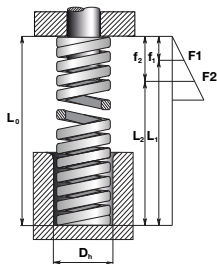

**FIG.2** Condizioni di Lavoro e Resistenza a Fatica
For obtaining excellent performances by the die springs, it is very important to figure out the most appropriate one in terms of loads and stress. An inaccurate choice of the die springs can compromise the functionality of the application, causing early breakages. Here below we present some considerations and diagrams, useful for helping the user in choosing the most appropriate spring for its own application. This criteria is based on fBL (solid block), i.e. the maximum deflection available for the spring. Picture 1 shows the "Working Conditions" of springs. The spring is preloaded to f1 and to cyclically stressed till to f2 (working deflection). The graph in Figure 2, "Conditions of Work and Fatigue Resistance", expresses the relationship between the percentage of use of the solid block (%fBL) and stress ( $\tau$ ); the stress ( $\tau$ ) increases, as much as %fBL grows. The graph suggests to use springs giving them a pre-load (f1) of at least 13% of fBL; it doesn't recommend to apply to springs a working deflection (f2) over 80% of fBL (1). For the selection and verification of the correct use of springs, it is preferred to convert f1 and f2, as percentages of the Solid Block fBL, respectively  $\%1=f1/fBL \times 100$  e  $\%2=f2/fBL \times 100$ . The color scale provides a qualitative indication of the fatigue life. So, we deduce from the graph that subjecting a spring to low stress and limiting the use of fBL% (left side of the graph), we obtain a greater fatigue life. On the other side submitting the spring to high stresses and/or extensive use of fBL% (right side of the graph), the chance of early breaking increases.
Die „falsche“ Berechnung der Druckfeder kann die Lebensdauer beeinträchtigen und kann zu Funktionsstörungen oder sogar Brüchen führen. Vor der Berechnung sollten die Anforderungen bezüglich der Abmessung der Federn, der geforderte Federweg, die Federkraft und die Beanspruchung der Feder genau definiert werden. Die folgenden Ausführungen und Diagramme können Ihnen bei der Auswahl ihrer Federn helfen. Das Diagramm „fig.1“ zeigt die Arbeitsbedingung. Die Druckfeder wird vorgespannt auf  $f_1$  (Vorspannung) und zyklisch beansprucht bis  $f_2$  (Endfederweg). Das Diagramm „fig.2“ zeigt die Arbeitsbedingungen und den Dauerfestigkeitsbereich. Es wird das Verhältnis zwischen der Spannung ( $\tau$ ) und der % Blockweges angezeigt (%fBL). Das Diagramm empfiehlt einen Vorspannungsweg ( $f_1$ ) für die Druckfeder von mindestens 13 % fBL und rät von einem Federweg von über 80% fBL ab. Die farbliche Darstellung zeigt die zu erwartende Dauerfestigkeit der Feder. Grüner Bereich: optimaler Einsatzbereich. Die Federn sind geringeren Belastungen ausgesetzt. Gelber Bereich: Grenzbereich. Die Federn sind Belastungen ausgesetzt, die die Dauerfestigkeit verringern können. Roter Bereich: niedrige Dauerfestigkeit, Bruchgefahr.
La scelta della molla corretta per dimensioni, carichi e sollecitazioni è il prerequisito per un funzionamento efficace ed efficiente dell'applicazione in cui è usata. La scelta della molla non idonea per un'applicazione, può comportare un cattivo funzionamento del sistema o problemi di rotture. Nel seguito riportiamo delle considerazioni e dei grafici che possono aiutare l'utilizzatore nella scelta della molla più idonea per la propria applicazione. Tali considerazioni si basano sulla fBL (freccia a blocco), ossia la massima deflessione possibile per la molla. Il disegno in fig.1 mostra le "Condizioni di Lavoro". La molla viene precaricata a  $f_1$  e sollecitata ciclicamente fino a  $f_2$  (freccia di lavoro). Il grafico di fig.2, "Condizioni di Lavoro e Resistenza a Fatica", esprime la relazione tra la percentuale di utilizzo della freccia a blocco (%fBL) e la sollecitazione unitaria ( $\tau$ ): al crescere di %fBL, cresce il valore della sollecitazione unitaria  $\tau$ . Il grafico raccomanda di utilizzare le molle con una precarica ( $f_1$ ) pari almeno 13% fBL., mentre sconsiglia di sottoporre le molle a frecce di lavoro ( $f_2$ ) oltre 80% fBL(1). La scala cromatica fornisce un'indicazione qualitativa della resistenza a fatica. Quindi dal grafico deduciamo che sottoponendo una molla a basse sollecitazioni e limitato utilizzo della %fBL (parte sx del grafico), si ottiene una maggiore resistenza a fatica. Al contrario applicando alla molla elevate sollecitazioni e/o ampio utilizzo della %fBL. (zona dx del grafico), aumenta la possibilità di rotture precoci.